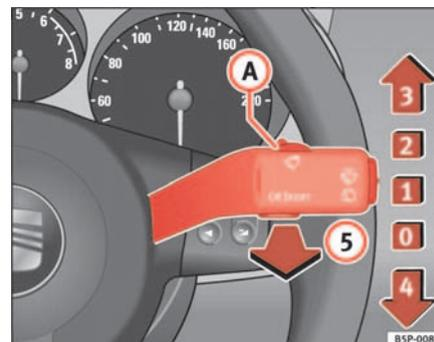

Fig. 86 Levier d'essuie-glace et de lave-glace
Le levier d'essuie-glace ⇒ fig. 86 est doté des positions suivantes :
- Si le véhicule s'arrête lorsque le cran **2** ⇒ page 123, fig. 86 ou **3** a été sélectionné, le cran immédiatement inférieur est sélectionné. Si le véhicule repart, le cran sélectionné précédemment est à nouveau sélectionné ▶